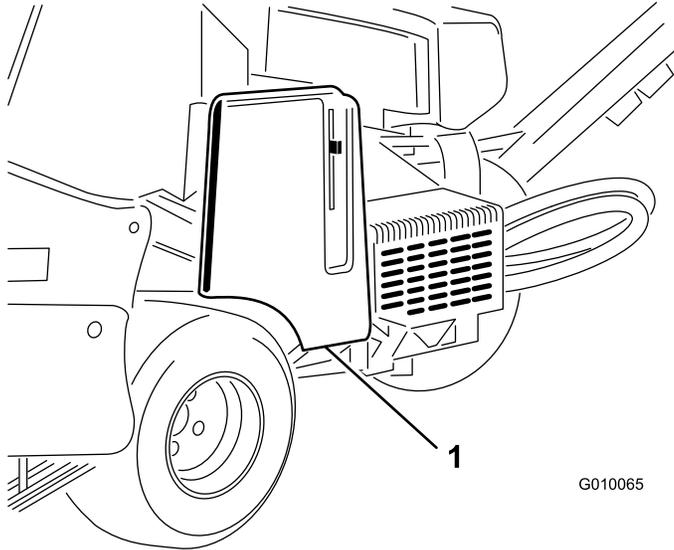

図 55
2. ベルトカバーのラッチを外し、カバーを取り外す 図 55。